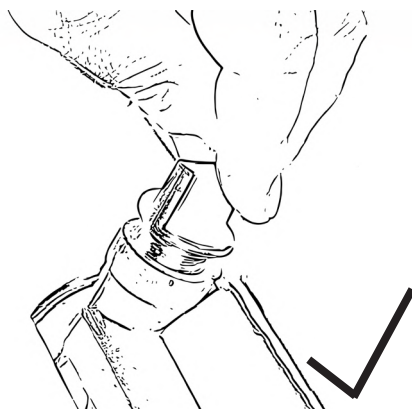

Bild 5
- Skruva loss oljepåfyllningspluggarna med ansluten oljesticka, Fig. 5.